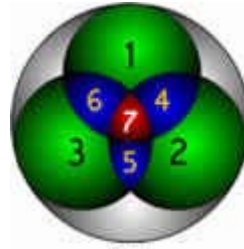

Рисунок 1.2 – Мехатроника – единство трёх частей
Обычно мехатронику представляют как единство 3-х частей (рис. 1.2) – привода (1), исполнительных и передаточных устройств (2) и управления (3). Область 4 традиционно называют электромеханикой, 5 – автоматикой, 6 – областью регулируемого привода, а 7 – ядром направления мехатроники.